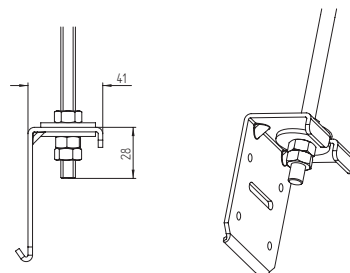

Fig. 7
- Vérifier que l'unité soit positionnée horizontalement en intervenant, si necessaire, sur les écrous de régulation (Fig.7) et s'assurer de la stabilité de fixage;